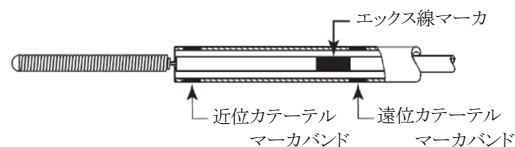

図2
- 8) デリバリープッシャのエクス線マーカがマイクロカテーテルの近位カテーテルマーカバンドを少し越える位置まで本品を進める(図2参照)。